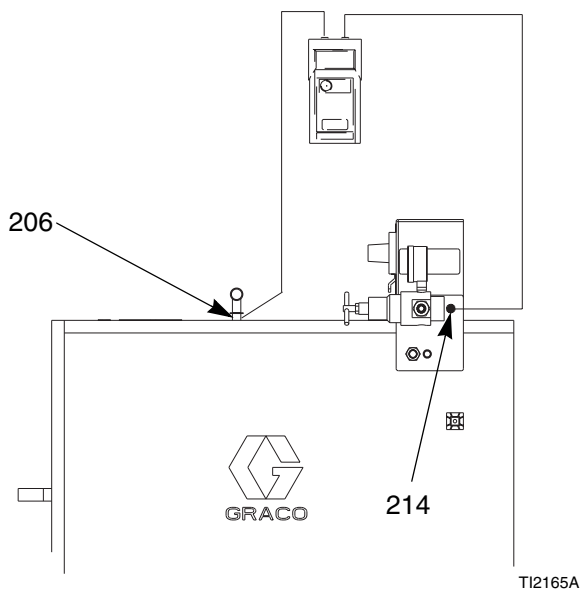

Fig. 22. Prova della resistenza della striscia di terra
Vedere FIG. 22. Utilizzando un ohmmetro, misurare la resistenza tra l'alloggiamento del gancio (206) e il morsetto di terra (214). La striscia di messa terra è collegata a terra dalla parte posteriore del carrello al morsetto di terra. La resistenza deve essere meno di 100 ohm. Se si superano i 100 ohm, sostituire la striscia di messa a terra (240).